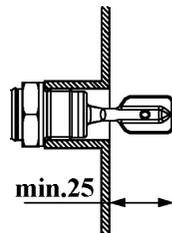
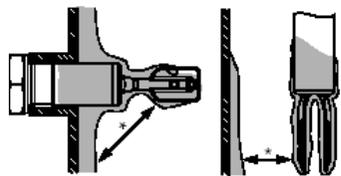

Рисунок 9
Рисунок 10
2.4.4 При установке в емкости лопасти СУ должны полностью выступать внутрь и ориентироваться вертикально (см. рис. 9). При установке следует учитывать возможность налипания на лопасти вязких фракций. Для исключения влияния налипания следует увеличить дистанцию от камертона СУ до стенок емкости (см. рис. 10).